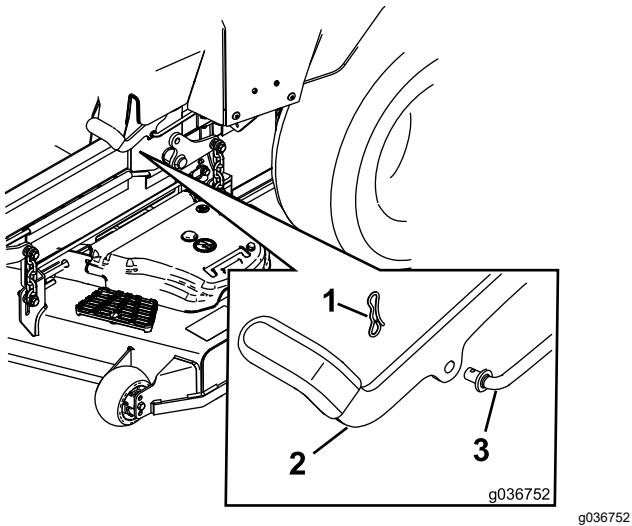

Figura 58
6. Se for necessário ajustar, desengate o travão de estacionamento. Retire o contrapino do eixo das ligações dos travões (Figura 58).